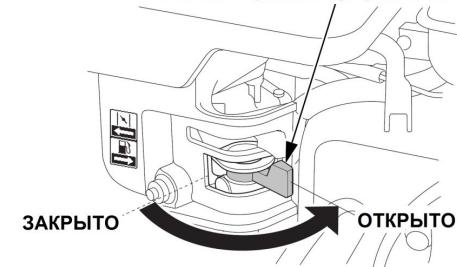

Рис. 19 Рычаг топливного крана
- Откройте топливный кран переводом рычага вправо (Рис. 19).